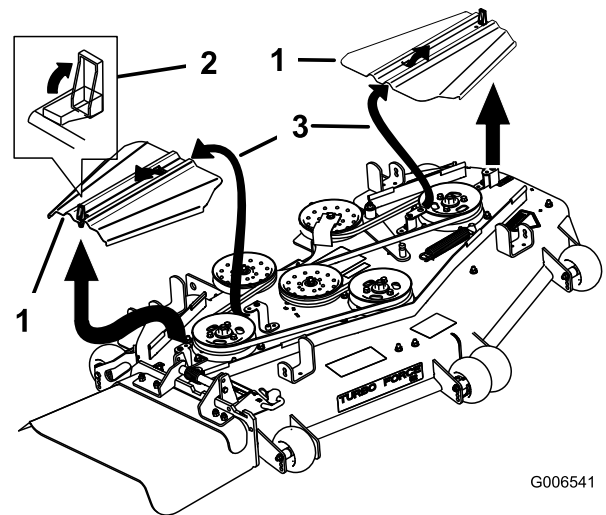

Figure 58
3. Retirez les couvercles de courroie (Figure 58).